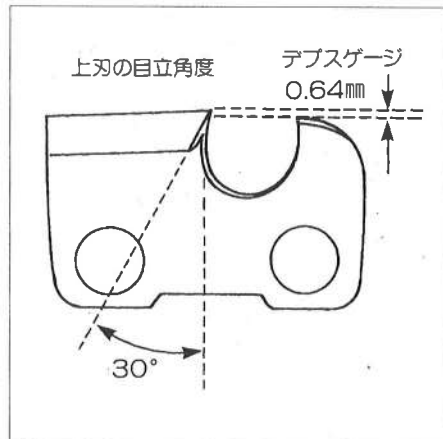

図17
- ガイドバーに対して丸ヤスリ(4mm)を30°傾け、丸ヤスリの直径1/5(約)が上刃よりでるようにソーチェーンに当ててください。(図17、19参照)
- 平ヤスリをデブスゲージに水平に当てて目立てしてください。(図17、21参照)